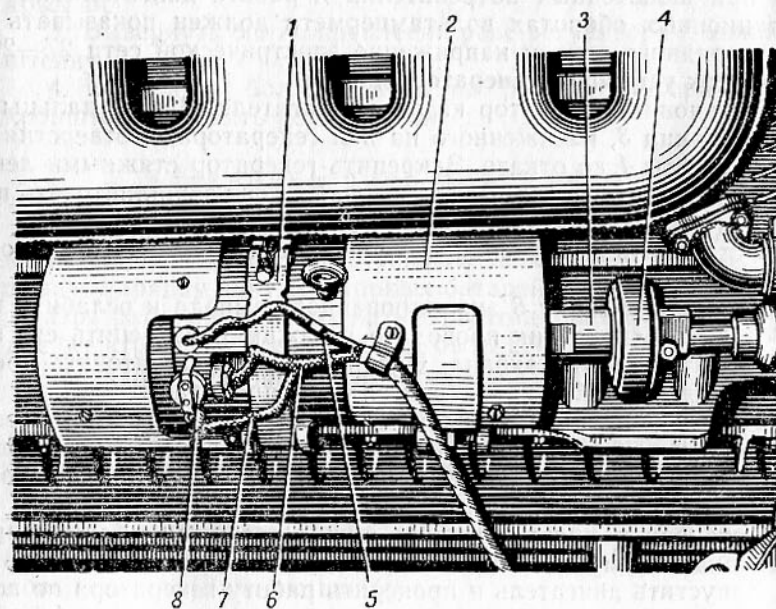

Рис. 62. Установка генератора:
3. Открыть крышку 8 (рис. 62) экранированного вывода, ослабить гайку зажима наконечника электропровода 6. Расшпунтовать